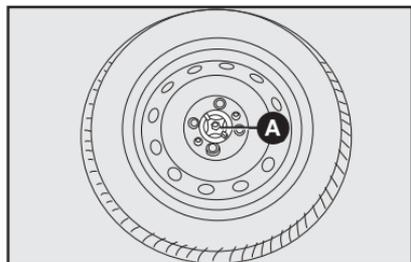

fig. 14
- Coloque la rueda pinchada en el alojamiento de la rueda de repuesto **fig. 14**, fijándola con el seguro A.